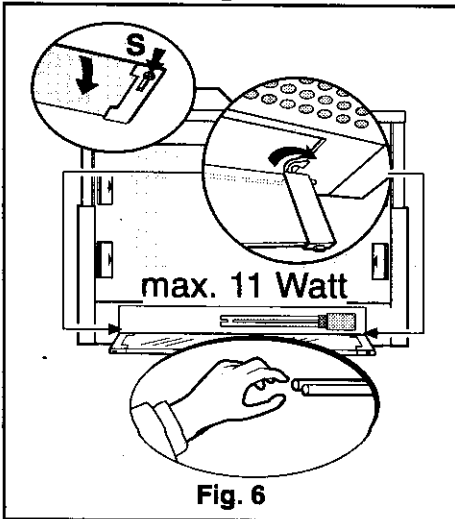

Fig. 6
- Enlever le hublot R en actionnant simultanément les deux stops S (fig. 6) jusqu'à ce que ce dernier ne se dégage complètement des crochets auxquels il est suspendu.
- Remplacer la lampe grillée en utilisant exclusivement une lampe PL de 11W (Fig. 6).